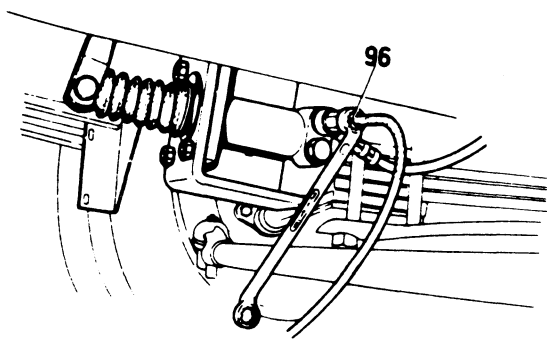

Fig. 9
4. Draai de ontluchttingsnippel (96) open en sluit hem weer, wanneer er geen lucht meer uit ontwijkt (fig. 9).